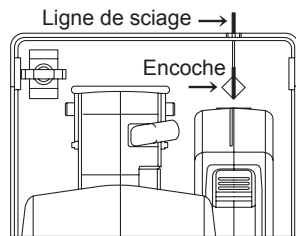

Fig.5
1. Alignez la ligne de mire du sabot sur votre ligne de sciage. (Voir la fig. 5)